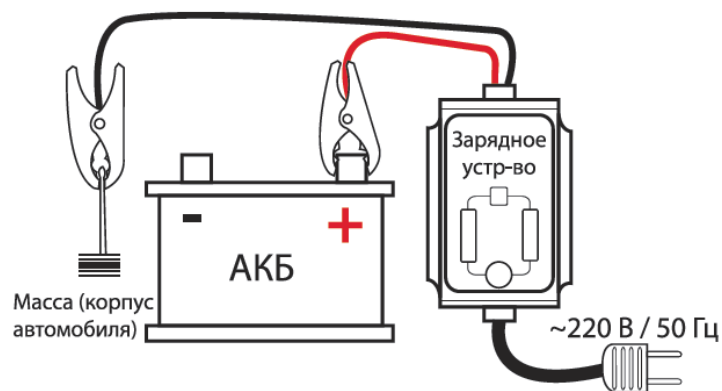

Рис. 1. Схема подключения зарядного устройства к батарее, не снимая АКБ с транспортного средства
3. Подключите клеммы зарядного устройства к АКБ, затем подключите устройство к сети 220В (рис. 1) загорится индикатор **POWER** – зарядка начнется. Зарядка не начнется, если клеммы установлены неправильно.
3. Подключите клеммы зарядного устройства к АКБ, затем подключите устройство к сети 220В (рис. 1). Если батарея неисправна или неправильно подключена – загорится **КРАСНЫЙ** индикатор «ОШИБКА».